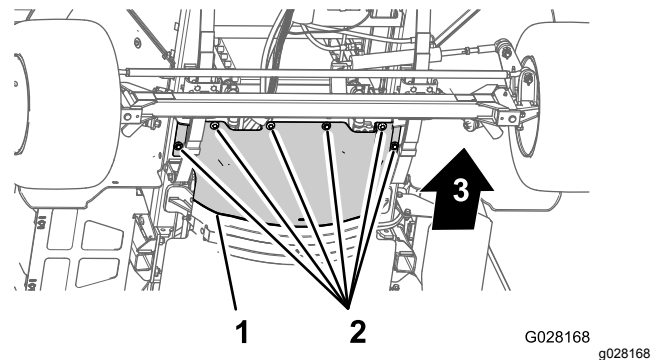

Figure 57
3. Retirez les 6 boulons à tête hexagonale et les 6 rondelles qui fixent l'écran pare-chaleur avant au châssis et déposez l'écran (**Figure 57**).